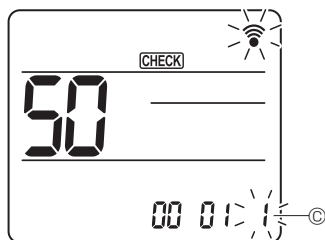

Fig. 6-22
- ④ Seleccionar el número de ajuste
Utilice el botón **↓** para cambiar el número de ajuste ④. (Fig. 6-22)